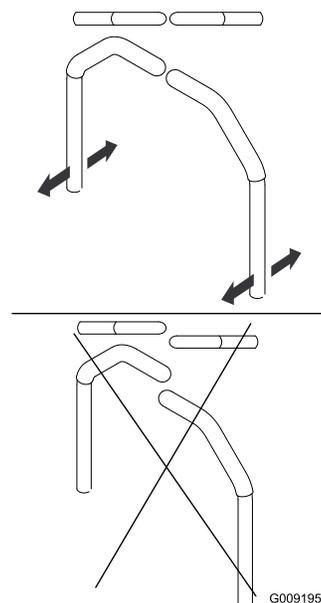

Figura 82
4. Allineate le leve latitudinalmente portandole assieme in folle e fatele scorrere finché non sono allineate, quindi serrate i bulloni (Figura 82).